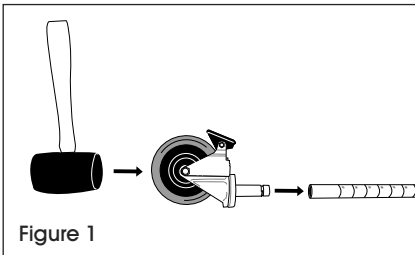

Figure 1
1. Make sure post is positioned as shown. (See Figure 1)
2. Engage the wheel brakes to keep casters from rolling during assembly. Use a rubber mallet to tap caster stems into posts. (See Figure 1)
1. Assurez-vous que le montant est positionné comme illustré. (Voir Figure 1)
2. Actionnez les freins pour empêcher les roulettes de tourner lors de l'assemblage. Utilisez un maillet en caoutchouc pour tapoter la tige des roulettes dans les montants. (Voir Figure 1)